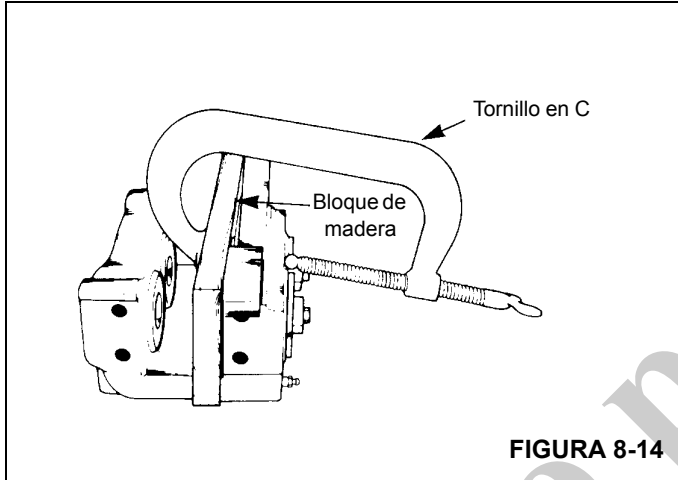

FIGURA 8-14
- a. Utilice una abrazadera en C para sujetar un bloque de madera de 12.7 mm (0.5 pulg) contra los dos émbolos en el lado de montaje de la caja. Verifique que el tornillo en C no se encuentre en la zona delante de la cavidad del émbolo. Consulte la Figura 8-14.